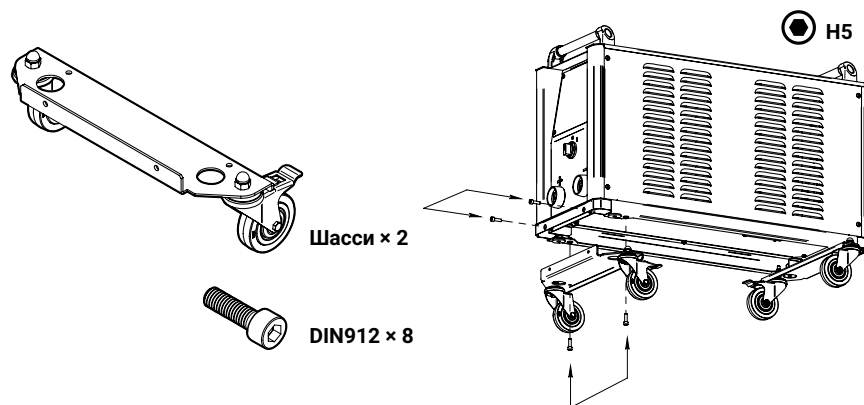
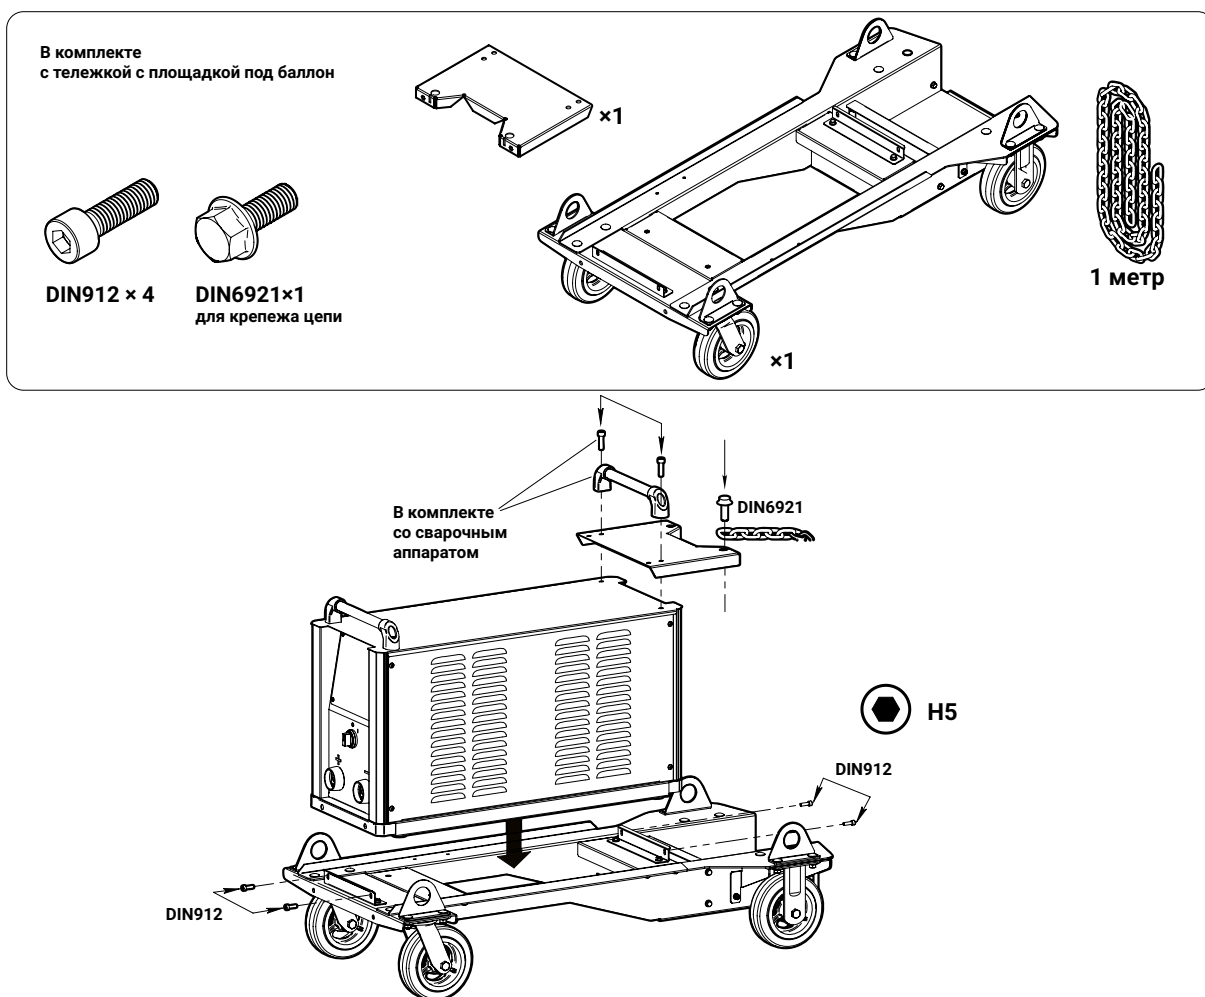

Рис. 11 – Монтаж источника на шасси
Рис. 12 – Монтаж сварочного аппарата на тележку (без БЖО)
- 1 Установить аппарат на шасси (Рис. 11) или на тележку (Рис. 12). Крепежные винты входят в состав тележки.